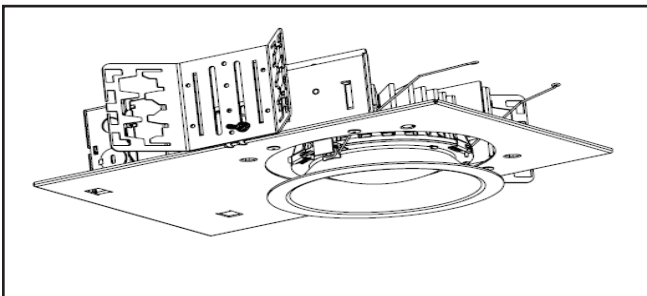

Figure 9
- Installez le moteur lumineux à DEL et l'assemblage de la garniture en insérant les ressorts de torsion dans les récepteurs en spirale qui se trouvent à l'intérieur du boîtier (Figure 9).
1. Retirez l'assemblage de la garniture du boîtier (Figure 9).